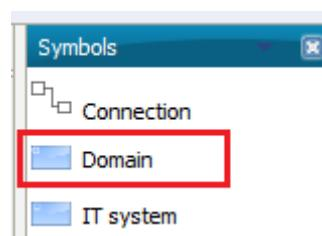
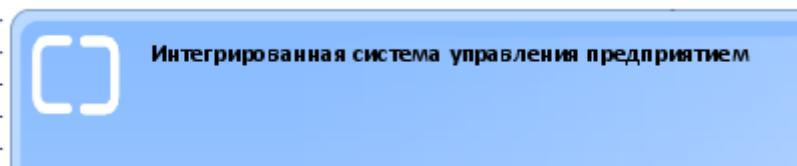

Рисунок 5.2
Рисунок 5.3
2. Поместить в область моделирования объект «Domain» (рисунок 5.2) и ввести название «Интегрированная система управления предприятием» (рисунок 5.3).